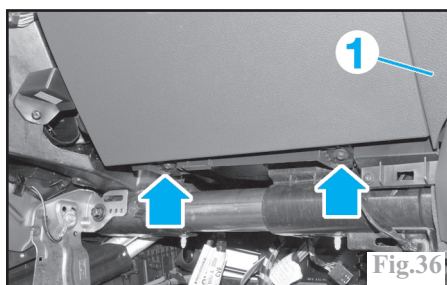

Fig.36
- déposer la garniture latérale (1) de planche de bord.
- déposer les 2 vis et le couvercle de boîte à gants (Fig.36)